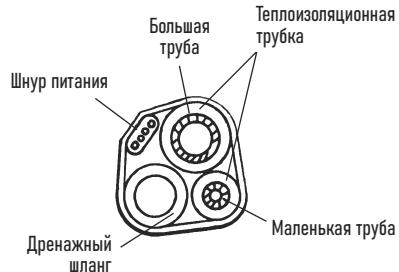
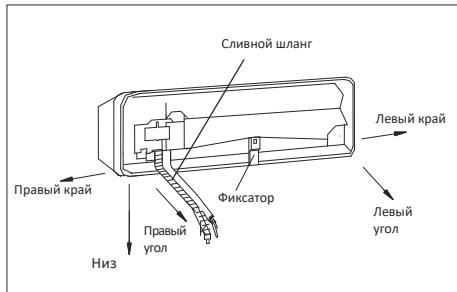

Рис. 5
Рис. 6
- Расположите соединительные трубы, кабель, дренажный шланг, как показано на рис. 6, а затем подсоедините дренажный шланг к сливному отверстию. Дренажный шланг расположите под наклоном (вниз). Скрепите соединительные трубы, кабели и дренажный шланг вместе виниловой лентой (рис. 5). Обеспечьте достаточное пространство между дренажной трубой и землей. Не ставьте дренажную трубу в воду или канаву.